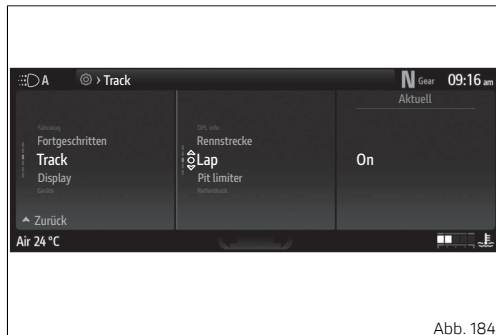

Abb. 184
- Die Angabe „Lap“ (Abb. 184 S.241) markieren, dann die Taste **o** drücken.